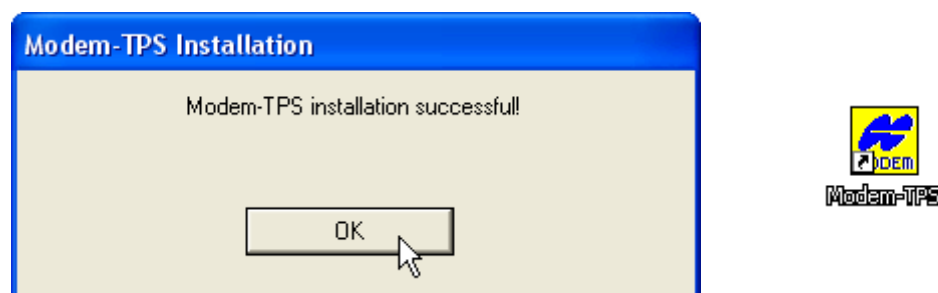

Рисунок 2-18. Завершение установки и создание ярлыка
4. Если это желательно, для быстрого доступа к Modem-TPS на рабочем столе можно создать соответствующий ярлык, см. рис. 2-18.